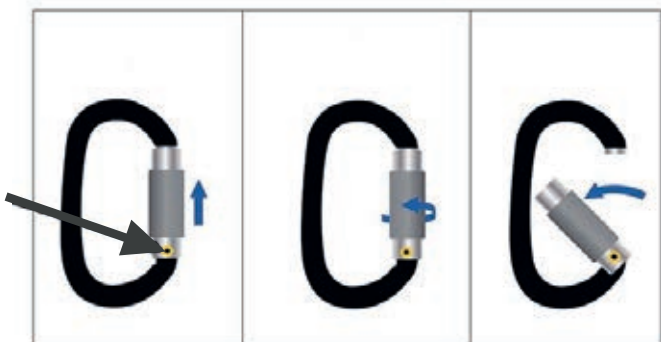

Fig. 3
3. Aby otworzyć trój etapowy karabinek, postępować zgodnie z rysunkiem po lewej. Zob. rys. 3.